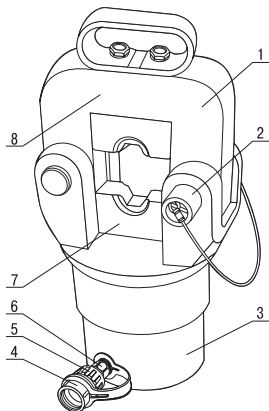

Рисунок 1
3.4 Извлеките ось 2 (смотри рисунок 1) из головки 3 пресса.